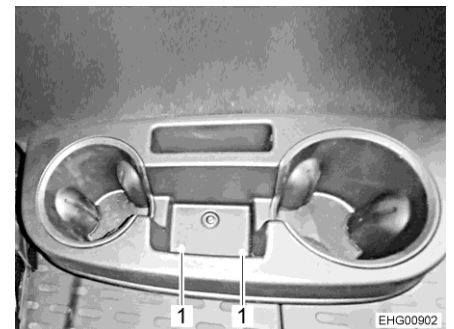

Bild 89 Fastsättning subwoofer
- Lossa på skruvarna (Bild 89,1).
- Fixera subwoofern med skruvarna (Bild 89,1).